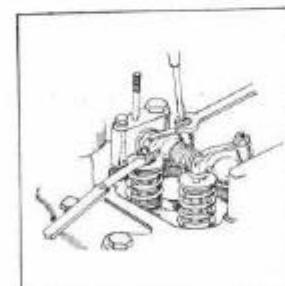

Fig. 48. El juego de taqués debe ser de 0,25 mm. para todas las válvulas.
2. La separación se medirá con una galga de lámina del grueso indicado. Si fuese preciso realizar el ajuste, se aflojará la contratuerca (fig. 48) y se hará girar el tornillo de ajuste con un destornillador hasta que haga contacto con la galga; se apretará nuevamente la contratuerca y se volverá a verificar el juego para cerciorarse de que no ha variado el ajuste.